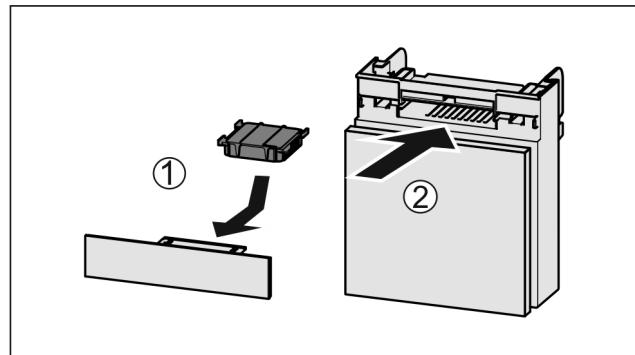

Fig. 132
- Поставете Fig. 132 (1) филтъра с активен въглен, както е показано на фигурата.
- Вкарайте Fig. 132 (2) отделението.